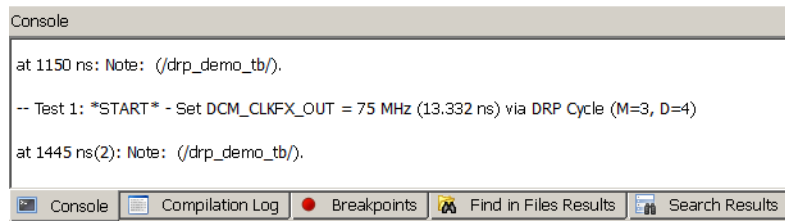

図 3-24：[Console] パネル
1. [Console] パネルで各テストの開始シミュレーション時間を確認します。たとえば、テスト 1 は 図 3-24 に示すように約 1,150ns で開始しています。